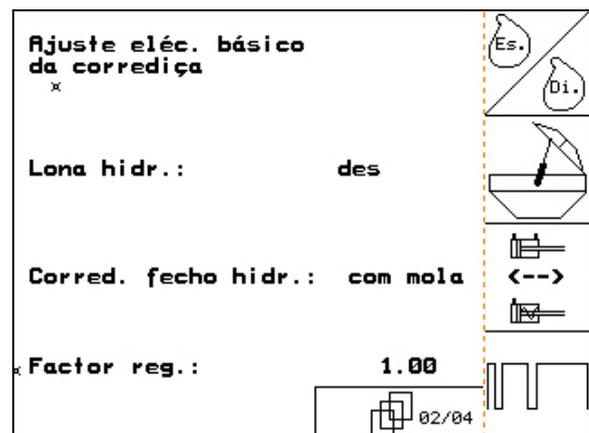

Fig. 36
**Página 2**  **Dados básicos (Fig. 36):**